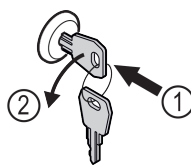

Fig. 167
- ▶ Klíč zasuňte dovnitř. Fig. 167 (1)
- ▶ Otáčejte klíčem o 90° proti směru hodinových ručiček. Fig. 167 (2)